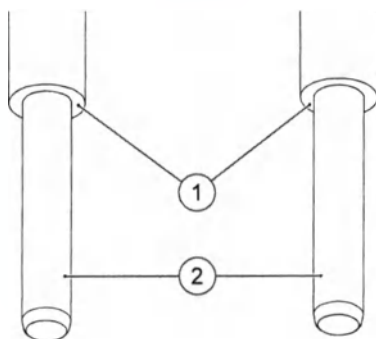

Рис. 6.14 Нижняя часть инструмента для проверки клиренса
Особенно важно выполнить чистку контактирующих поверхностей (1) у концевой части двух штырей инструмента для проверки клиренса в местах вставки в соответствующие отверстия в крышке. см. в Рис. 6.14 .